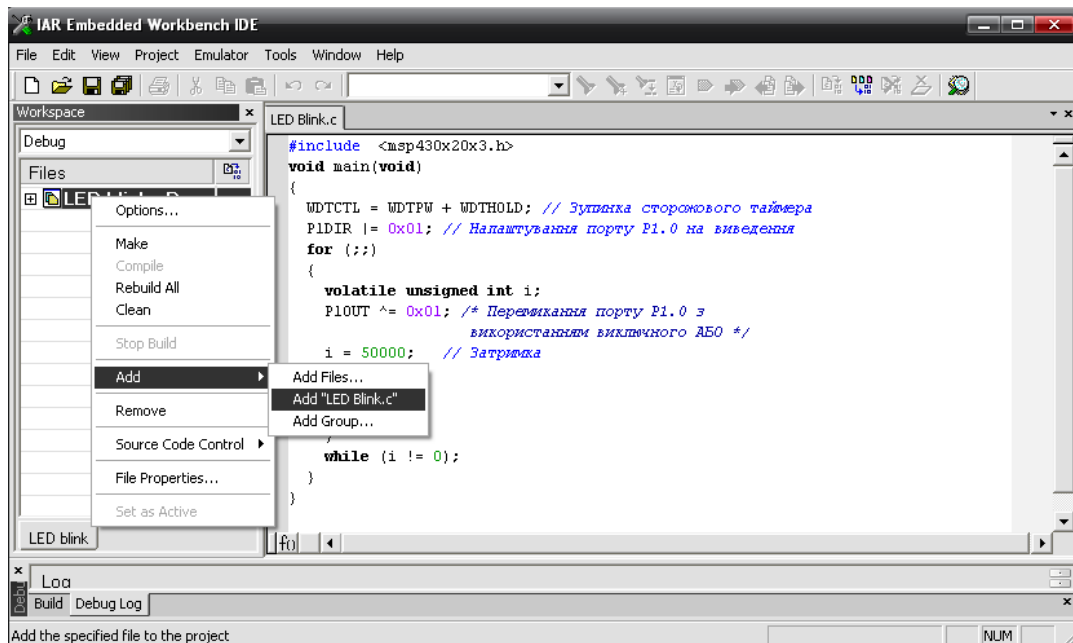

Рисунок 1.7 – Підключення файлу до проекту
8. Зберегти файл «LED Blink.c» після змін. Підключити його до проекту: правою кнопкою мишки клацнути у вікні Workspace по назві проекту, вибрати Add → Add Files, потім файл «LED Blink.c» (рис. 1.7).